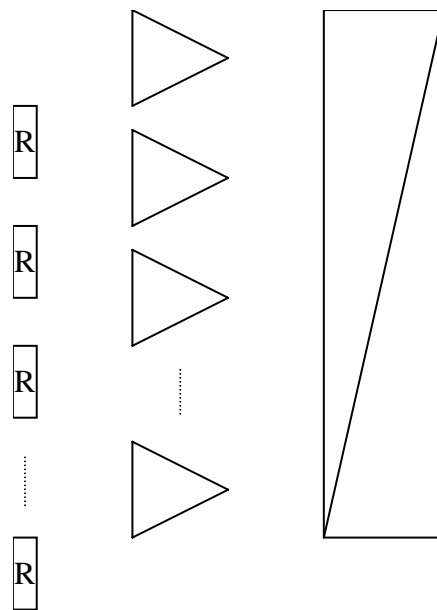

Abbildung 1.1: Blockschaltbild eines Flash-Wandlers
- a) Verbinden Sie die in Abbildung 1.1 dargestellten Blöcke des Wandlers mit einem Eingangssignal  $U_i$ , einer Referenzspannung  $U_{ref}$  und einem digitalen Ausgang  $D_a$ ! Vervollständigen Sie die Schaltung des Wandlers! Ergänzen Sie weiterhin die Polaritäten der Komparatoren und beschriften Sie die Codierlogik am Ausgang!